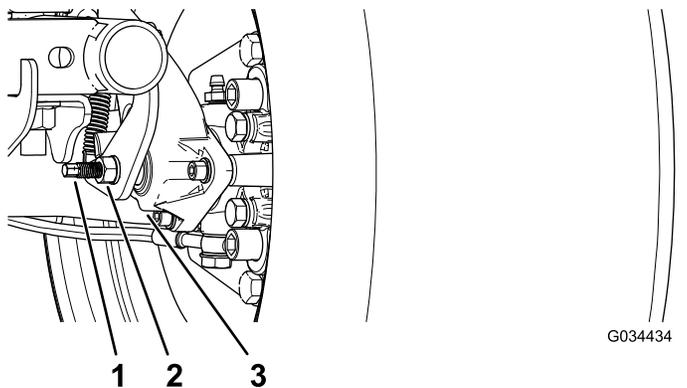

Рисунок 52
3. Используя два ключа, удерживайте регулировочный штырь на суппорте одним ключом и ослабьте контргайку на $\frac{1}{4}$ оборота другим ключом (Рисунок 52).
4. Удерживая регулировочный штырь и контргайку на месте, поверните регулировочный штырь для затягивания (Рисунок 52).
5. Удерживая регулировочный штырь и контргайку на месте, отверните штырь на $\frac{1}{4}$ оборота (Рисунок 52).
6. Удерживая регулировочный штырь и контргайку на месте, затяните контргайку (Рисунок 52).